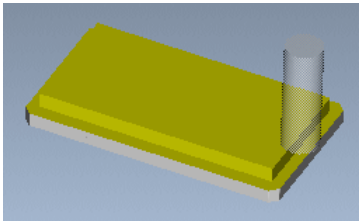

图 10.4.28 动态仿真
Step2. 系统返回到“轮廓铣削”操控板中，单击 按钮，系统弹出“VERICUT 7.1.5 by CGTech”窗口，单击 按钮，运行结果如图 10.4.28 所示。